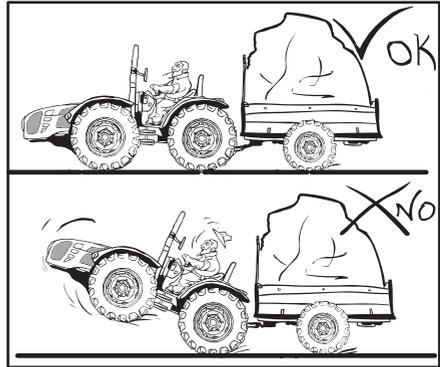

Abb. 2.20
- Nur mit der Zugstange schleppen. Das Schleppen an anderen Punkten kann zum Umkippen des Traktors führen (Abb.2.20).